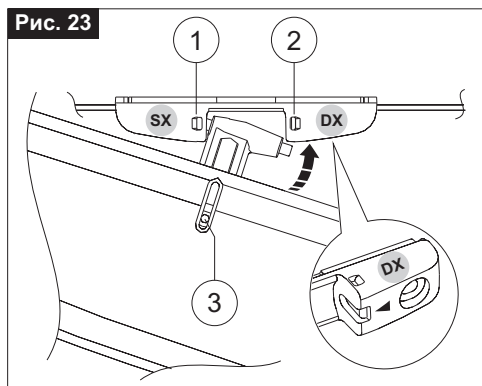

Рис. 24
- 11) **Рис. 24-** С помощью двух прилагающихся винтов (**Поз. 1**) закрепите электропривод на кронштейне;